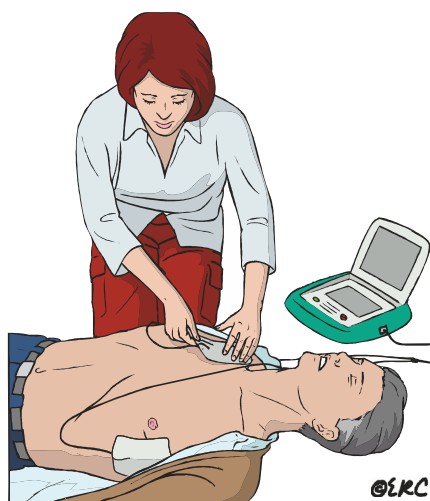

Рисунок 31 — Наложение дефибрилляционных электродов на грудную клетку пострадавшего
- ◆ наложите дефибрилляционные электроды на грудную клетку пострадавшего (рисунок 31) по методике, описанной в разделе 4 (стр. 43);